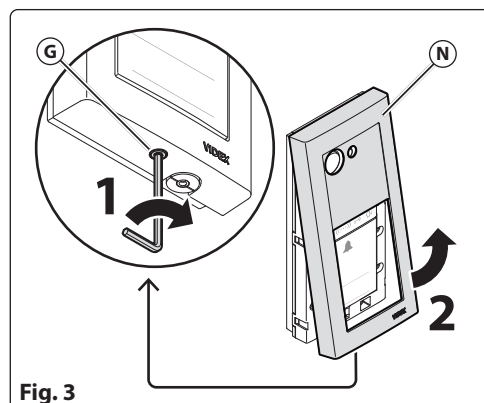

Fig. 3
1. Turn clockwise the frame fixing screw (G) placed in the bottom of the device with the provided allen key until the front frame (N) is free (note: the screw is designed not to be extracted), then remove the front frame lifting it gently from the bottom (Fig. 3).
1. Ruotare in senso orario la vite di fissaggio (G) posta nella parte inferiore del dispositivo con la chiave a brugola in dotazione fino a liberare la cornice anteriore (N) (nota: la vite è progettata per non essere estratta), quindi rimuovere la cornice sollevandola delicatamente dalla parte inferiore (Fig. 3).
1. Tournez dans le sens horaire la vis de fixation du cadre (G) située dans la partie inférieure de l'appareil avec la clé Allen fournie jusqu'à libérer le cadre avant (N) (remarque : la vis est conçue pour ne pas être retirée), puis retirez le cadre avant en le soulevant délicatement par la partie inférieure (Fig. 3).
1. Draai de bevestigingsschroef met de klok mee (G) aan de onderkant van het apparaat met de meegeleverde inbussleutel totdat het voorframe (N) loskomt (let op: de schroef is zo ontworpen om niet verwijderd te worden) dus verwijder het voorframe door het voorzichtig van de onderkant op te tillen (Fig. 3).
1. Gire en sentido horario el tornillo de fijación del marco (G) situado en la parte inferior del dispositivo con la llave Allen suministrada hasta que el marco frontal (N) quede suelto (nota: el tornillo está diseñado para no poder extraerse), y luego retire el marco frontal levantándolo suavemente desde la parte inferior (Fig. 3).
1. Gire no sentido horário o parafuso de fixação (G) localizado na parte inferior do dispositivo com a chave Allen fornecida até que a estrutura frontal (N) esteja solta (nota: o parafuso foi concebido para não ser removido), depois remova a estrutura frontal levantando-a cuidadosamente pela parte inferior (Fig. 3).